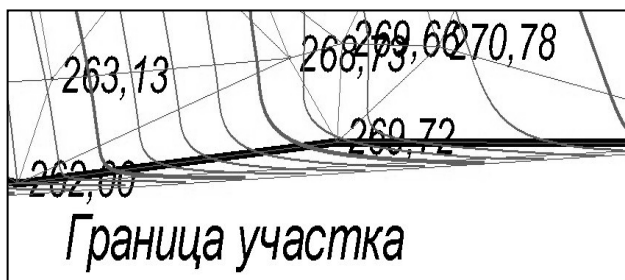
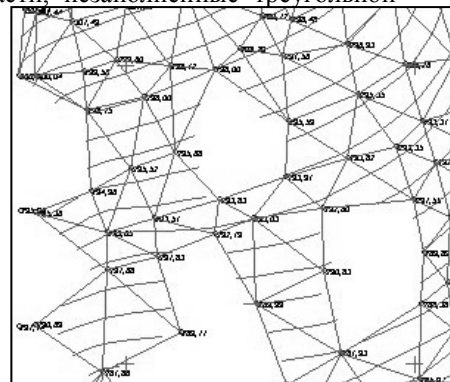

Рис. 19
Рис. 20
- **Макс длина ребра, м.** Он накладывает ограничение на расчет ребер треугольной сетки. Некорректное задание этого параметра может приводить к дополнительной работе по коррекции рассчитанной сетки. Например, при слишком большом задании значения ребра на краях участка могут образовываться дополнительно узкие треугольники, которые приводят к искажениям линий горизонталей (рис. 19), и которые приходится впоследствии удалять. При слишком малом значении, наоборот, в созданной сетке будут образовываться пустые области, незаполненные треугольной сеткой (рис. 20).